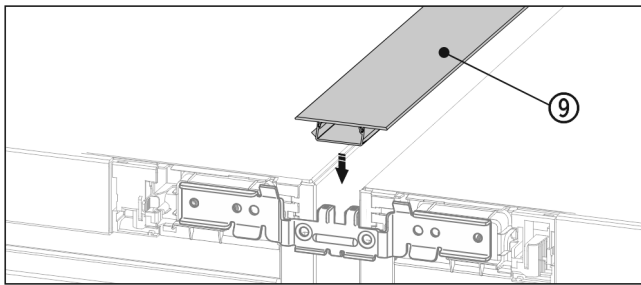

Fig. 22
- ▶ 在表面，将短护板条 Fig. 22 (9) 压入水平缝隙中。